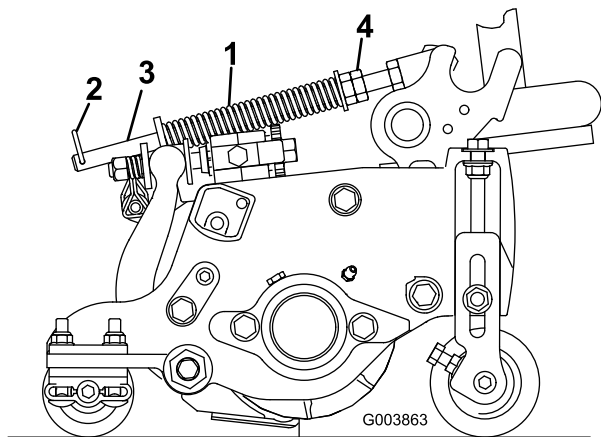

Figura 59
Arcul de compensare pentru gazon (Figura 59) transferă greutatea de la rola frontală pe cea posterioară. Acest lucru ajută la reducerea valurilor create la nivelul gazonului, fenomen cunoscut drept undulare sau oscilare.
1. Asigurați-vă că tiftul în formă de agrafă este montat în orificiul posterior al tijei arcului (Figura 59).
2. Strângeți piulițele hexagonale pe capătul frontal al tijei arcului, până când lungimea comprimată a arcului este de 15,9 cm; consultați Figura 59.